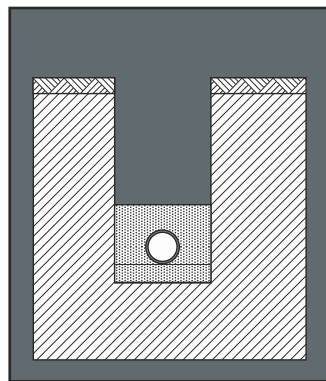

Fig. 8
- Le bourrage latéral et le remblai jusqu'à 150 mm au-dessous de la génératrice supérieure du tube peuvent être effectués dans une seule étape quand l'on emploie des matériaux comme du sable ou du limon. (fig. 8)